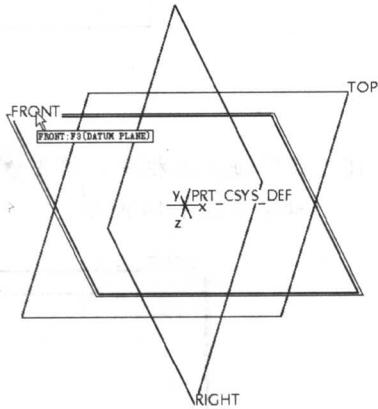

图 1-10
- (6) 在模型显示区选择基准平面 FRONT，如图 1-10 所示。